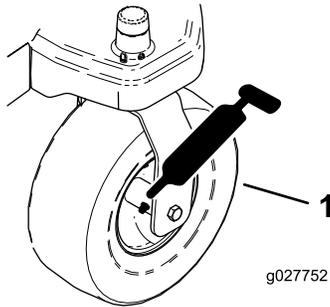
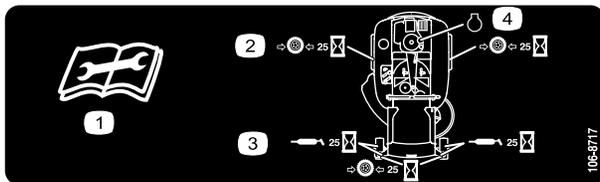

Figura 31
Figura 32
3. Limpe os encaixes de lubrificação (Figura 31 e Figura 32) com um trapo.
4. Ligue uma pistola de lubrificação ao encaixe (Figura 31 e Figura 32).